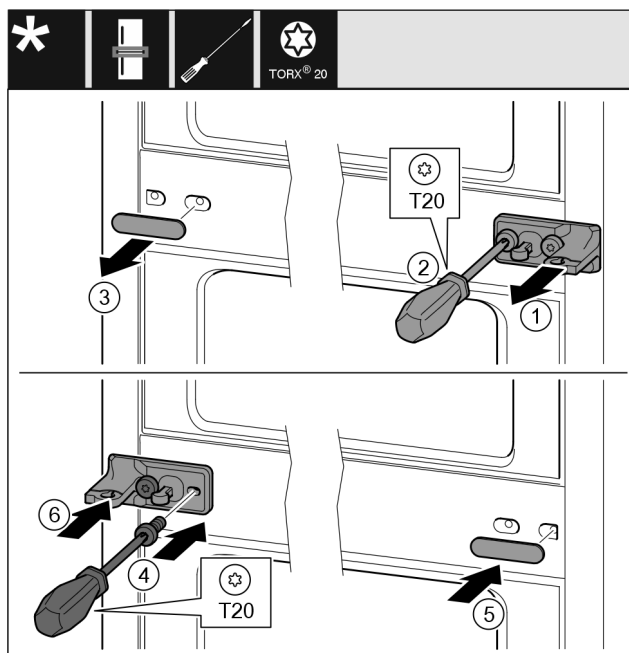

Fig. 35
- ▶ Stáhněte podložku Fig. 35 (1).
- ▶ Šroubovákem vyšroubujte šrouby Fig. 35 (2).
- ▶ Opatrně stáhněte kryt Fig. 35 (3).
- ▶ Stojan ložiska s fólií Fig. 35 (4) otočený o 180° pevně přišroubujte na druhé straně.
- ▶ Kryt Fig. 35 (5) otočený o 180° připevněte na druhé straně.
- ▶ Zepředu nasuňte podložku Fig. 35 (6).